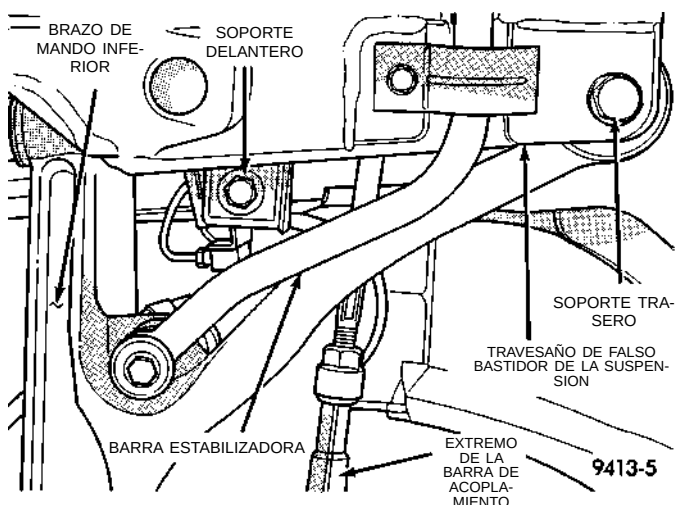

Fig. 1 Travesaño de falso bastidor de la suspensión delantera
- (1) Eleve y apoye el vehículo sobre caballetes de seguridad.
- (2) Marque con un dispositivo adecuado el contorno del travesañ de falso bastidor de la suspensión en la caja de torsión del bastidor, alrededor del emplazamiento de montaje trasero.
- (3) Retire del vehículo las ruedas delanteras.
- (4) Retire los pernos retenedores que sujetan las articulaciones de rótula delanteras a los vástagos.
- (5) Separe las articulaciones de rótula de los vástagos.
- (6) Coloque un dispositivo de elevación adecuado debajo del travesañ de falso bastidor.
- (7) Retire los pernos que sujetan el travesañ de falso bastidor de la suspensión a los largueros del bastidor, sobre los brazos de mando inferiores (Fig. 1).
- (8) Retire los pernos que sujetan el travesañ de falso bastidor a las cajas de torsión del bastidor y deje que la parte anterior del travesañ se balancee hacia abajo.
- (9) Retire los pernos que sujetan el mecanismo de dirección al travesañ de falso bastidor.
- (10) Separe el mecanismo de dirección del travesañ de falso bastidor.
- (11) Asegure el mecanismo de dirección a una estructura que esté por encima de él, a fin de sostenerlo una vez retirado el travesañ de falso bastidor.
- (12) Separe el travesañ de suspensión delantero del resto del vehículo.